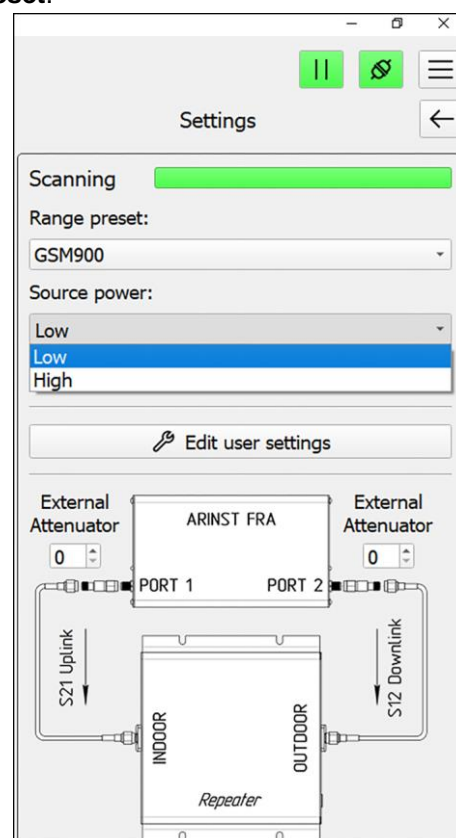

Рисунок 10.7 – Выбор уровня зондирующего сигнала
10.5.6. Установите уровень **High** или **Low** зондирующего сигнала **Source power** (Рисунок 10.7). Средний уровень мощности зондирующего сигнала соответствует значениям: **High** -70 дБм, **Low** -60 дБм.